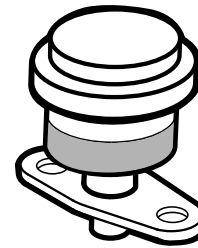

Figura 41
Revise el filtro del limpiador de aire primario únicamente cuando el indicador de mantenimiento (Figura 41) lo requiera. El cambiar el filtro antes de que sea necesario sólo aumenta la posibilidad de que entre suciedad en el motor al retirar el filtro.
1. Compruebe el indicador de obstrucción del filtro. Si el indicador se ve rojo, es necesario cambiar el filtro de aire (Figura 41).